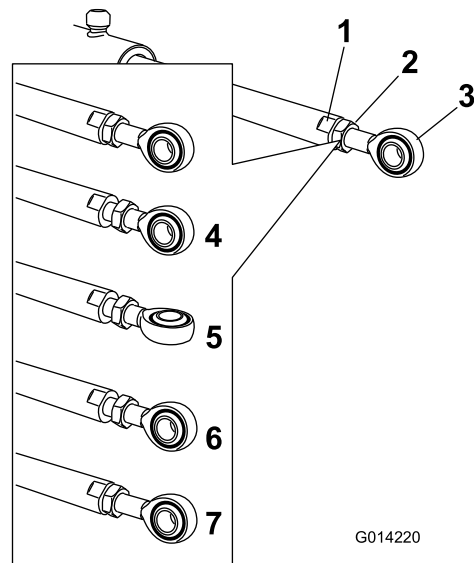

Figura 62
5. Utilice una llave sobre las zonas planas del émbolo del actuador para inmovilizarlo y, a continuación, afloje la contratuerca para poder ajustar la varilla de ojal (Figura 62).
6. Gire la varilla de ojal en el émbolo del actuador para acortar o alargar el actuador extendido a la posición deseada (Figura 62).